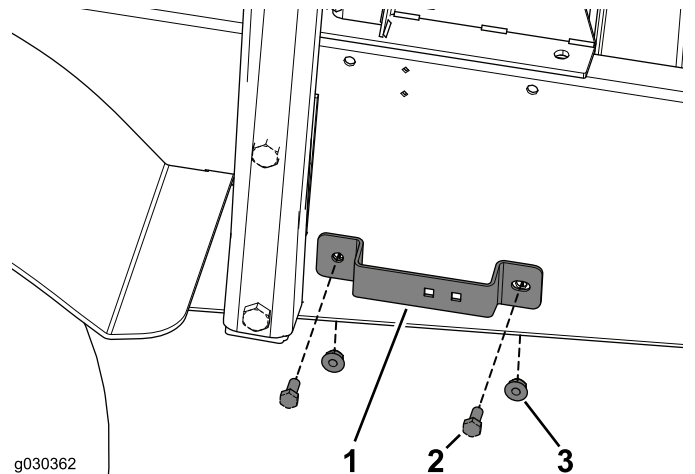

Bild 39
1. Befestigen Sie die Schlauchhalterung mit zwei Schrauben (5/16" x 3/4") und zwei Sicherungsmuttern am Maschinenrahmen (Bild 39).